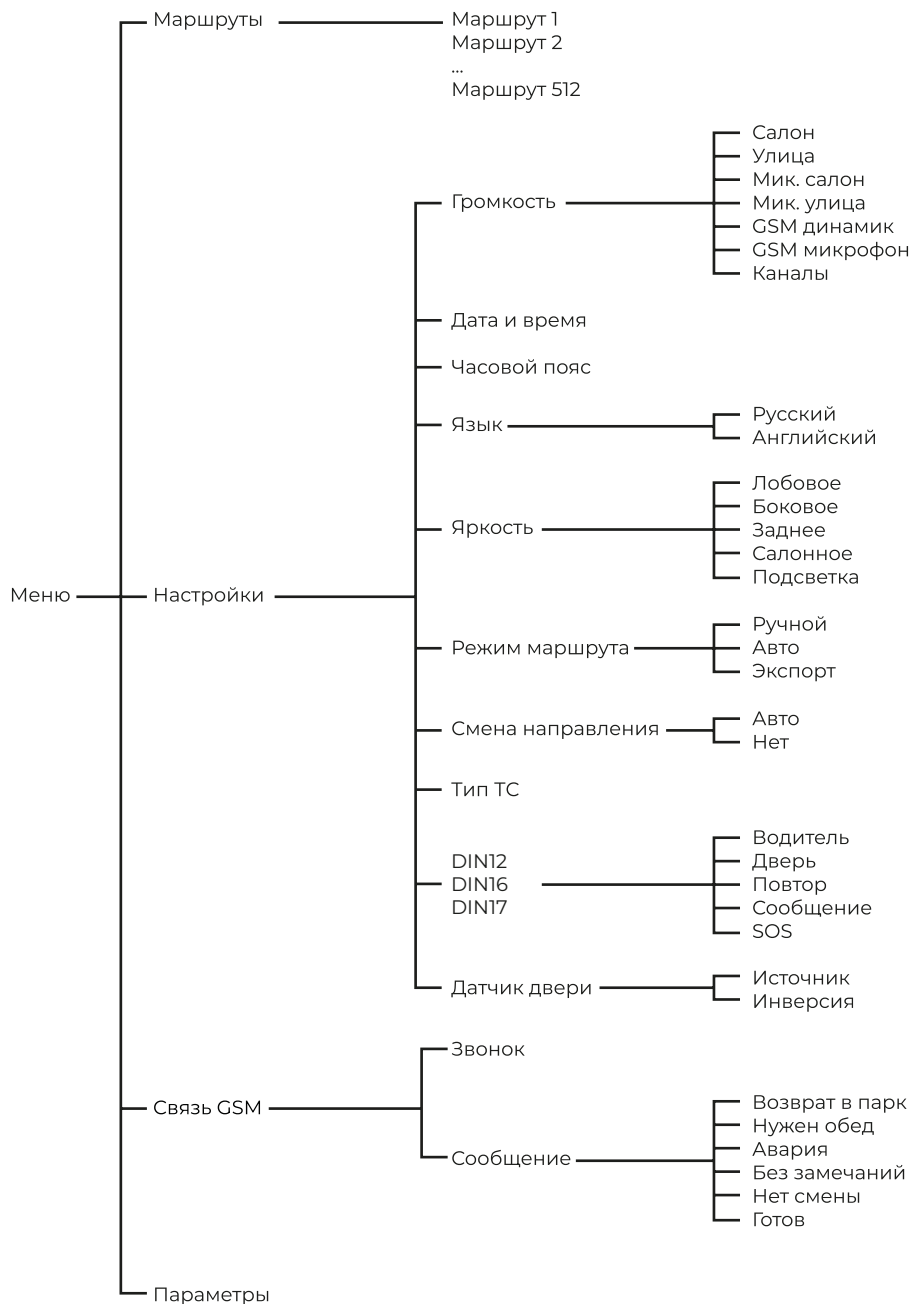

Рисунок 12. Структура меню автоинформатора
3.3.3.4 Структура меню (Рис. 12).